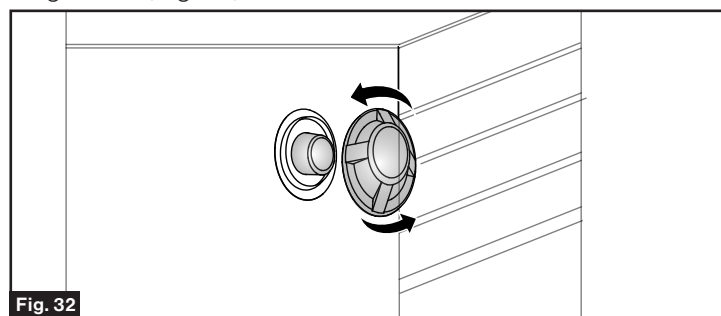

Fig. 32
- Retirez le couvercle de la lampe en le tournant vers la gauche. (Fig. 32)